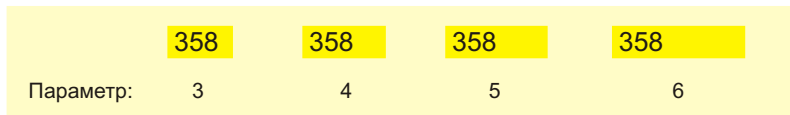

Рис. 22. Разные значения задатчика опции "Параметр" при индикации одинакового числа.
8.21 Опция "Параметр" имеет диапазон установки задатчика от 3 до 6 и используется, в основном, для регулирования размеров виртуальных цифровых индикаторов в окнах функционального блока "SCADA". Так, например, если известно, что в технологическом процессе максимальное значение любого из контролируемых параметров не превысит 999, то будет логично установить задатчик опции "Параметр" равным 3 (3 знака). В этом случае размер виртуального цифрового индикатора на экране контроллера, в окне блока "SCADA", будет гармонично сочетаться с размером индицируемого в нем числа (Рис. 22).